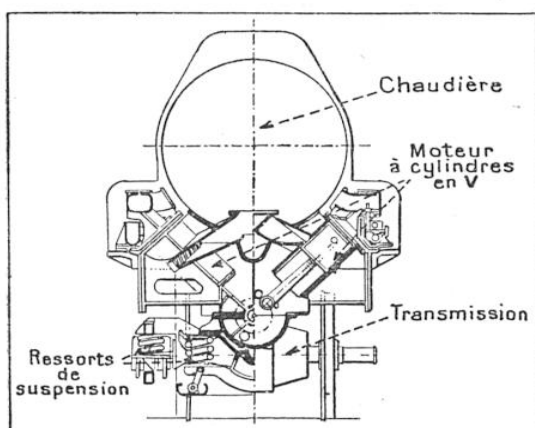

FIG. 4 — DEMI-COUPPE AVANT, MONTRANT LA DISPOSITION DU MOTEUR RAPIDE A CYLINDRES EN V DE LA LOCOMOTIVE DABEG-BATIGNOLLES
Mais la bande de stabilité n'est pas limitée seulement sur les deux bords ; elle est arrêtée à son extrémité par l'apparition de la radioactivité naturelle, et le graphique de la figure 4 représente à part cette région du diagramme qui s'étend de $Z = 80$ à $Z = 92$. On y voit que la radioactivité commence à partir de $Z = 81$, et qu'après $Z = 83$, il n'existe plus de noyaux stables. Au delà de $Z = 92$, qui correspond aux deux isotopes de l'uranium, on ne connaît plus de noyaux, ni stables ni instables.
FIG. 4. — DIAGRAMME DES ESPÈCES ATOMIQUES CORRESPONDANT AUX ÉLÉMENTS LOURDS. C'est le domaine des corps spontanément radioactifs. Tous les éléments, à partir du bismuth (83) sont instables. Ce diagramme s'arrête à l'uranium, au delà duquel il ne semble pas que puisse exister, sans destruction immédiate, d'édifice nucléaire plus complexe.